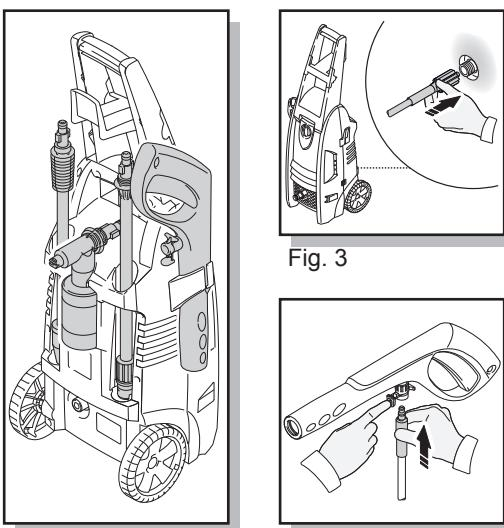

Fig. 2
- S'il vous plaît se référer à (la fig. 2) pour les emplacements de stockage accessoires sur la rondelle de pouvoir.